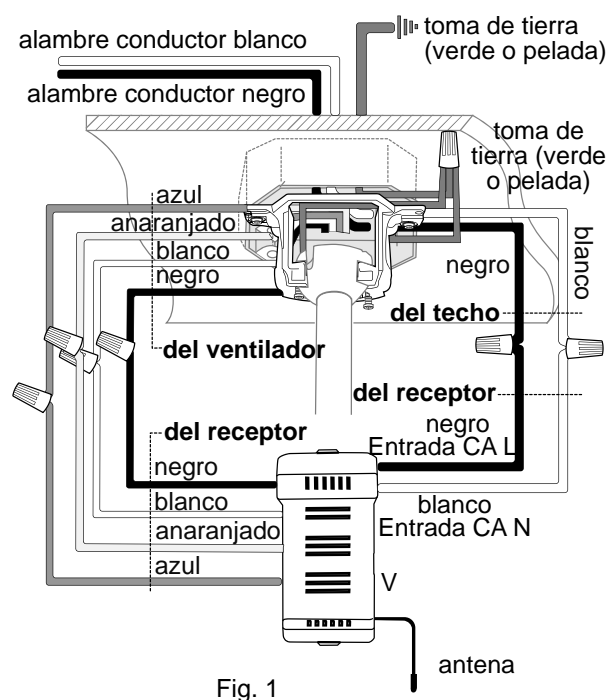

Fig. 1
1. Haga las conexiones eléctricas necesarias para que pueda manejar el ventilador con el control remoto según la Fig. 1. Para cada conexión de cable que se va a hacer, use uno de los conectores para cable (Q) provistos, asegurándose de atornillar el conector para cable (Q) en el sentido de las agujas del reloj. [Asegúrese de conectar todos los **CONDUCTORES A TIERRA** (cables **VERDES**) del ventilador (en el vástago y el soporte de montaje) al cable **PELADO/VERDE** del techo.]